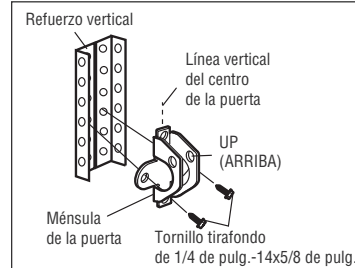

FIGURA 2
- Como alternativa puede usar dos pernos de 5/16 de pulg. con arandelas de presión y tuercas (no incluidos). (Figura 2)